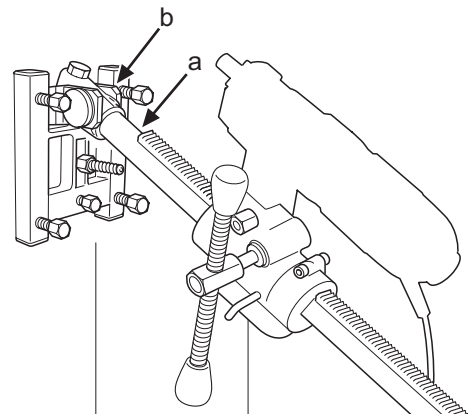

Fig.9
2. La columna de perforación se monta en el soporte angular de la placa base. Apretar el tornillo de fijación (a) con una llave Allen de 8 mm (fig. 9). Girar la caja de alimentación 180° y montarla de nuevo en la columna de perforación. La perforadora se monta en la fijación rápida. La columna de perforación se puede girar 360° progresivamente y se fija en cada posición con el tornillo de fijación (a).
**(PT) Perfuração em paredes, fixação de expansão**
2. A coluna de perfuração é montada no suporte angular da placa base. Apertar o parafuso de fixação (a) com a chave Allen de 8 mm (Fig. 9). Rodar a caixa de alimentação 180° e montá-la novamente na coluna de perfuração. A perfuradora é montada na fixação rápida. A coluna de perfuração pode ser rodada progressivamente 360° e é fixada na posição desejada com o parafuso Allen (a).
**(GB) Drilling in walls, expander fastening**
2. The drill column is mounted on the base plate's angle bracket. Tighten the locking screw (a) using an 8 mm hex-key (Fig. 9). The feed housing is turned 180° and refitted on the drill column. The drilling machine is refitted in the quick-action attachment. The drill column can be rotated through 360° and locked in any position with the locking screw (a).
3. The drill column is set at the required angle by tightening the nut (B) using a 30 mm spanner.
**(GR) Διάτρηση σε τοίχο, ασφαλιστική οστήριγμα διαστολή**